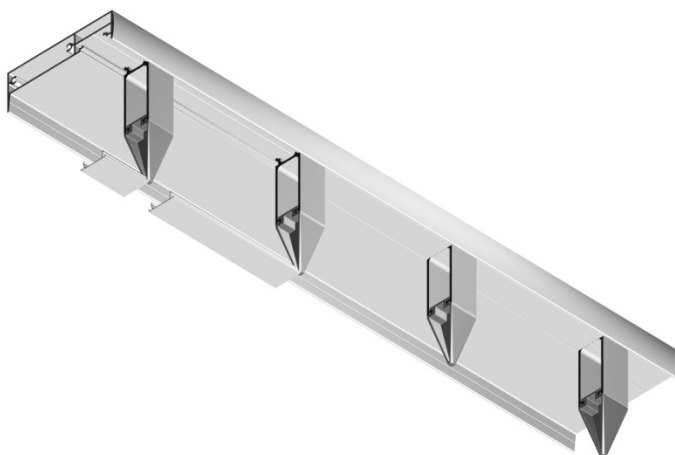

Рис. 4
- закладные шлицуются в ответный паз поручня-подоконника, по торцам поручня и между закладными устанавливаются дистанционные элементы (рис. 4);